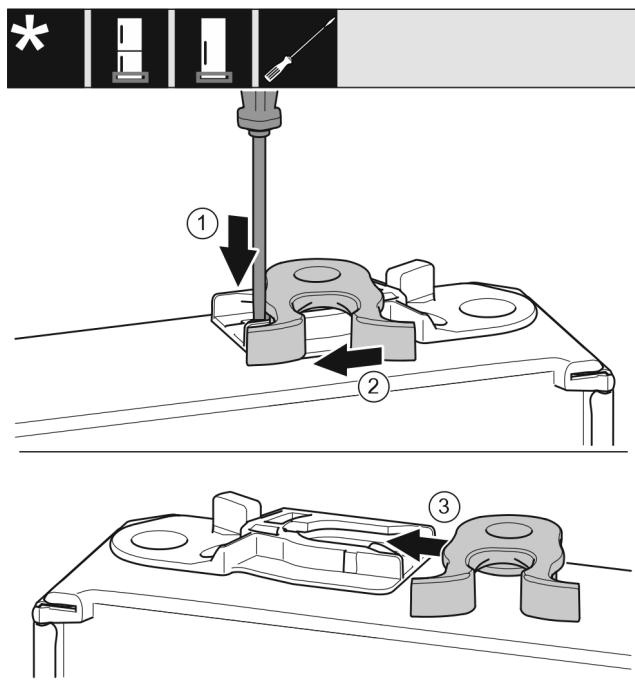

Fig. 18
- Sustelėkite antdėklą išdrožiniu atsuktuvu žemyn. *Fig. 18 (1)*
- Ištraukite uždarymo kabli iš kreipiklio. *Fig. 18 (2)*
- Uždarymo kabli kitoje pusėje įstumkite į kreipiklį. *Fig. 18 (3)*